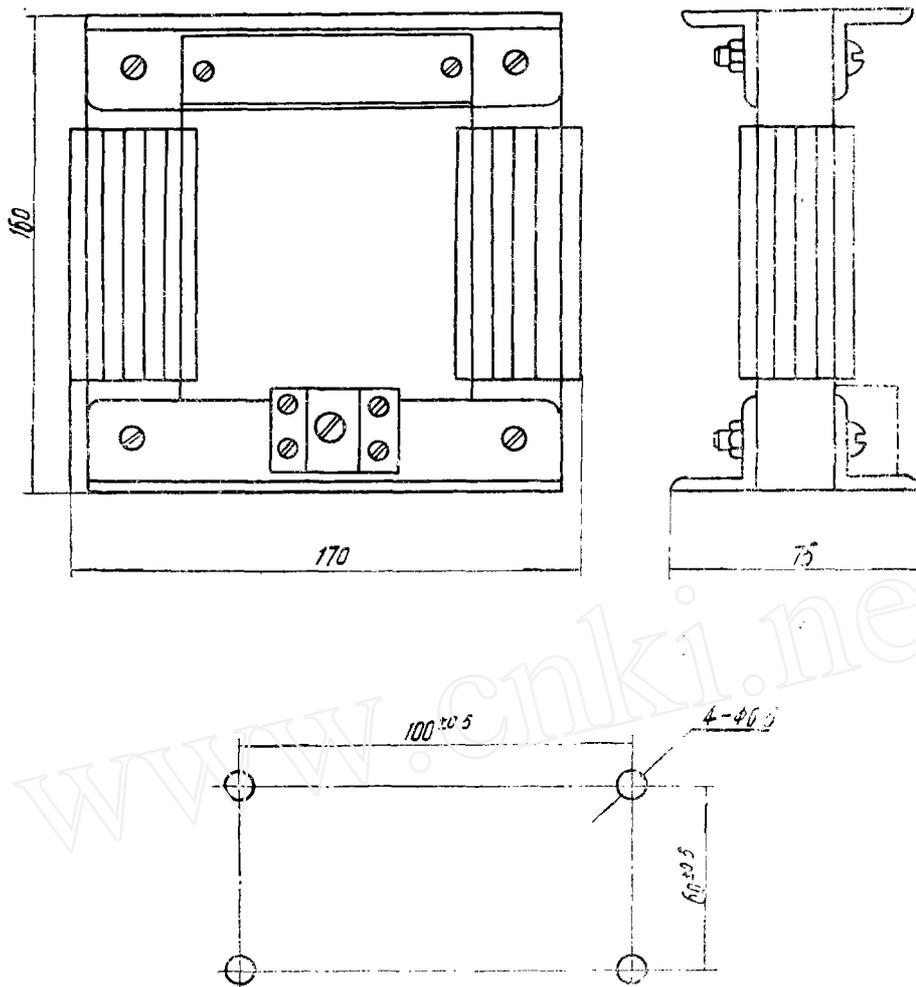

图 8
12) 与装置配套使用的设备为 FL-2 型零序电流互感器, 其外形及安装尺寸如图 8 所示。